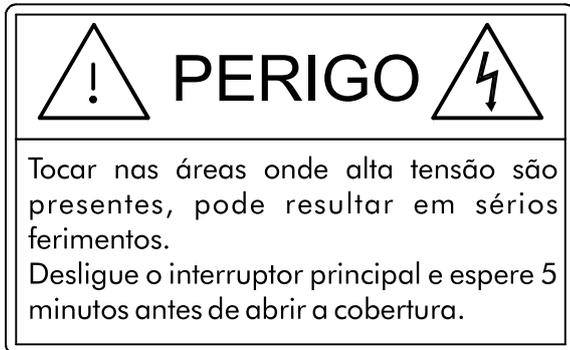
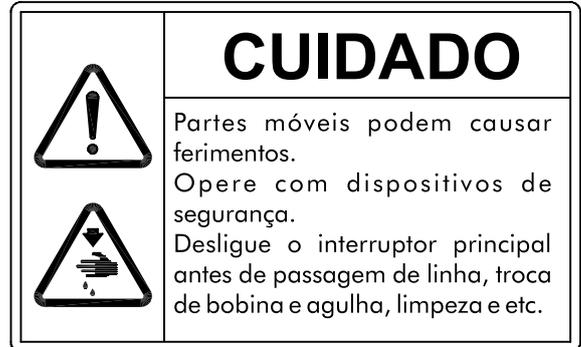

Fig. 1
Fig. 2
1. As etiquetas de aviso seguinte, irão estar anexadas na máquina de costura. (Fig. 1, Fig.2)
①